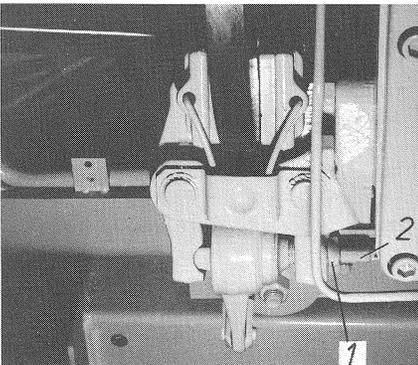

Bild 56
- Ist die Einstellung am Drehgriff wegen eines zu großen Einstellweges nicht möglich, muß zuvor eine Grobeinstellung an der Bremszange erfolgen. Kontermutter (Bild 56/1) lösen und Welle (Bild 56/2) des Hebels eindrehen. Welle mit Kontermutter festsetzen.